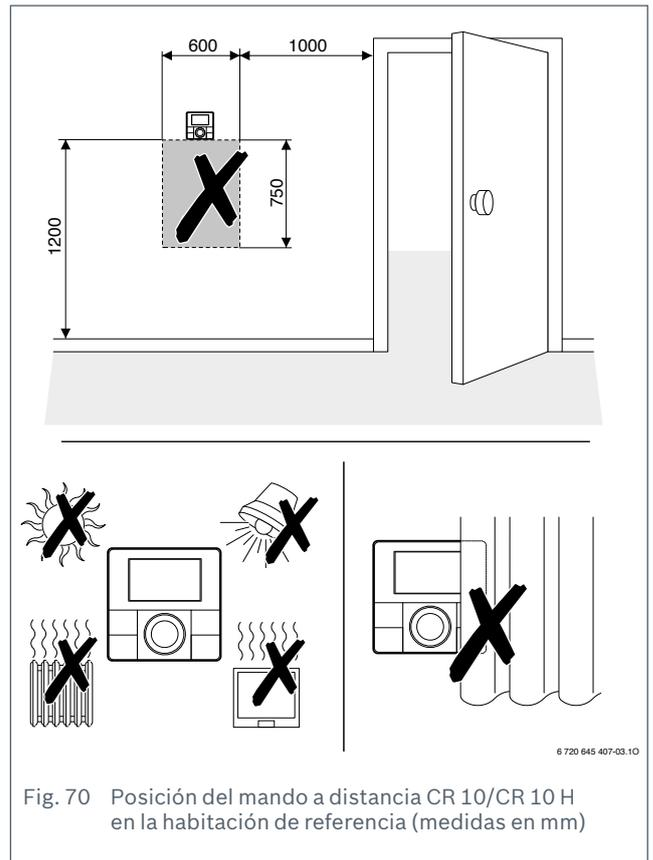

Fig. 70 Posición del mando a distancia CR 10/CR 10 H en la habitación de referencia (medidas en mm)
- Instalar unidades de mando para regular la temperatura en la habitación de referencia en función de la temperatura ambiente (→ fig. 70).